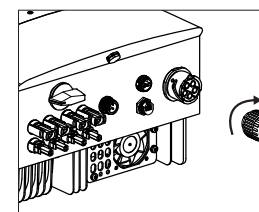

Figura 5.24 Conector CA para inversor
C) Conecte o conector CA ao inversor e aperte o conector CA no sentido horário (consulte a figura 5.24), até ouvir um leve clique indicando que a conexão foi bem-sucedida.